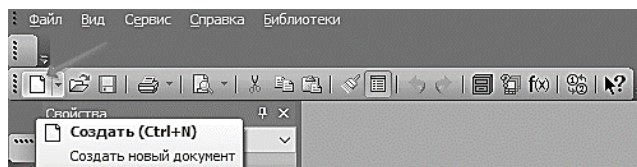

Рис. 10. Создание файла
1.1 Для создания нового чертежа вызовите команду **Файл – Создать** или нажмите кнопку **Создать**  на панели **Стандартная** (рис. 10).